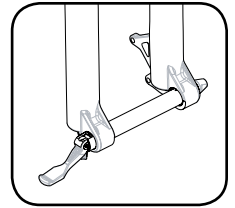

図 2
1. Maxle レバーを Open ポジションにします (図 2)。必ずレバーが軸上の対応するスロットと噛み合うようにします。